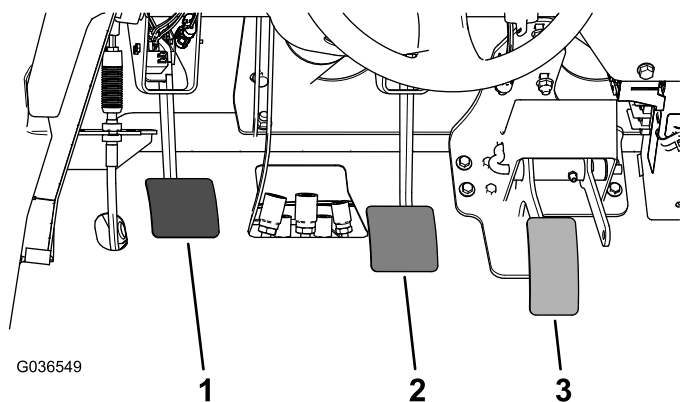

Figure 59
2. Soulevez la pédale de frein (Figure 59) jusqu'à ce qu'elle touche le cadre.
3. Desserrez les écrous de blocage qui fixent la chape à l'arbre du maître-cylindre (Figure 59).